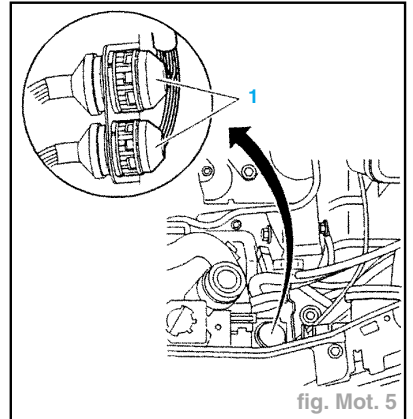

fig. Mot. 5
- Débrancher les deux connecteurs (1) (fig. Mot. 5).